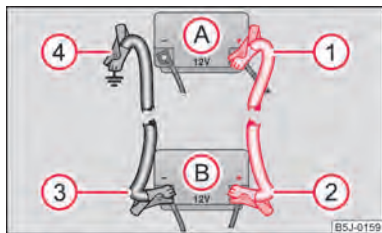

Fig. 147 Executarea pornirii cu ajutorul bateriei altui autovehicul: A - bateria descărcată, B -bateria furnizoare de curent
- Prindeți un capăt la polul plus ① ⇒ fig. 147 al bateriei descărcate (A).
- Prindeți celălalt capăt la polul plus ② al bateriei care furnizează curent (B).